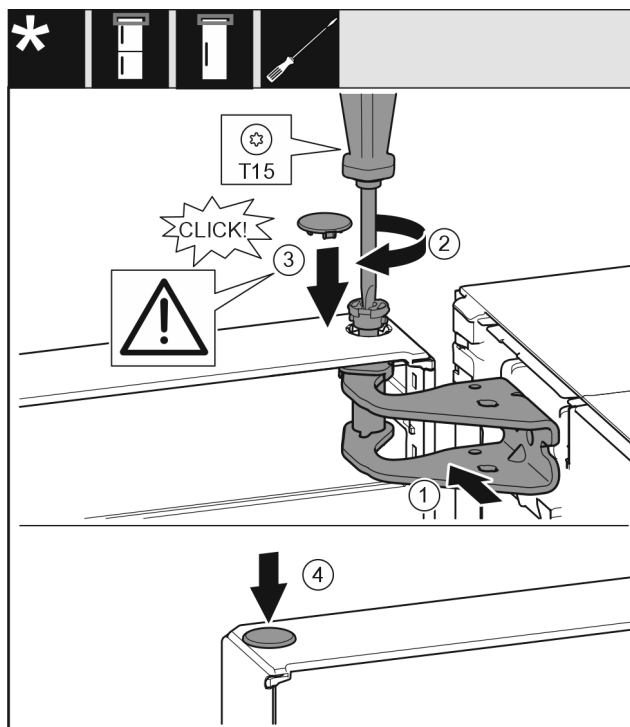

Fig. 58
- Dveře nahoře vyrovnejte s otvorem ve stojanu ložiska Fig. 58 (1).
- Vložte čep Fig. 58 (2) a pevně jej utáhněte šroubovákem.
- Nasadte kryt Fig. 58 (3).
- Zkontrolujte, zda kryt Fig. 58 (3) doléhá na dveře.
- Nasadte kryt Fig. 58 (4).